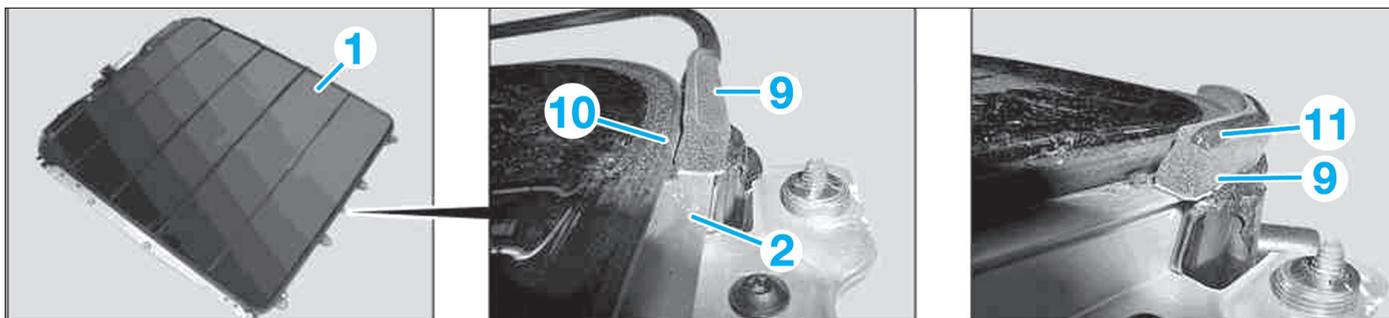

FIG. 57
- À l'aide d'un autre opérateur, déposer les pinces de maintien (1), détacher le toit ouvrant et le retirer en arrière en le faisant passer par une porte arrière.
- Si le toit ouvrant n'est pas remplacé, extraire le joint secondaire (9) complètement du cadre de toit ouvrant (2), enlever complètement les résidus de produit d'étanchéité du cadre de toit ouvrant (2) et nettoyer soigneusement le plan de joint (Fig.57).